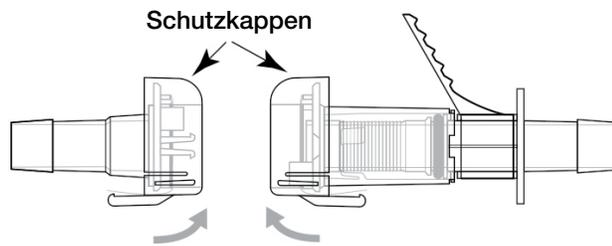

Abbildung 5.36. Entfernen der Schutzkappen.
- Heben und ziehen Sie die Schutzkappen ab, um die Kappen von den Kleenpak Konnektoren zu entfernen (Abbildung 5.36).